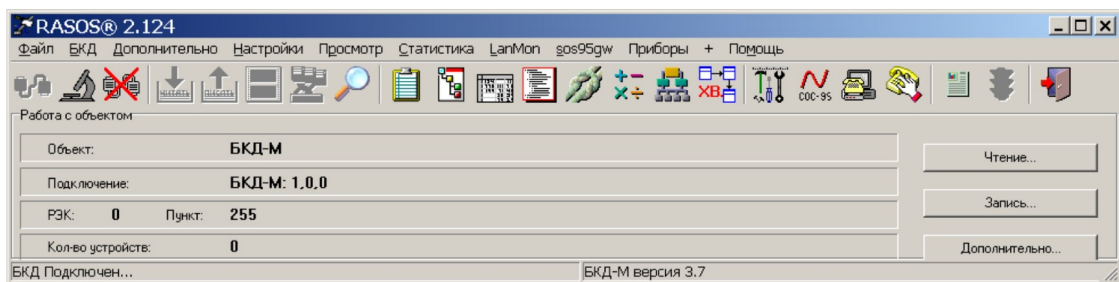

Рисунок 11
- 3) В программе RASOS произвести подключение к БКД-М (рисунок 11). Проверить наличие сообщения «БКД подключен».